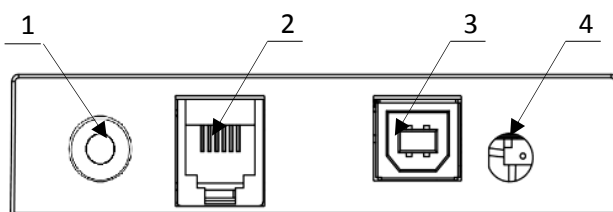

Рисунок 4. Разъемы для подключения внешних устройств к ПД
2. Панель с разъемами (рисунок 4).